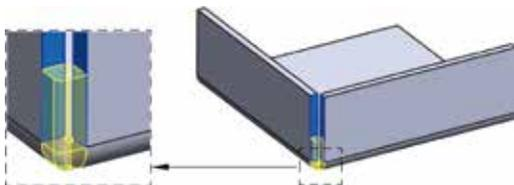

图 5.225 停止点
- : 用于通过选取一个面、线或者点来指定停止点，如图 5.225 所示。